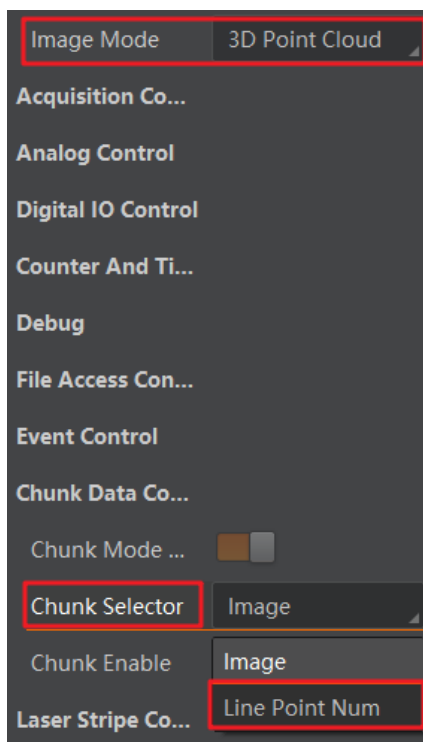

图4-10 图像模式与 Chunk 信息设置
- 当图像模式选择 *3D Point Cloud* 时，将强制启用 *Chunk Mode Active*，可以在参数 *Chunk Selector* 下选择 *Frame Counter*、*Line Point Num* 或 *Line Num*，此时 *Chunk Enable* 默认启用，如图 4-10 所示。具体参数含义如下：